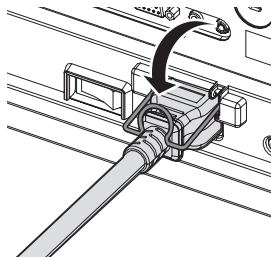

Fig. 3
- 3) Abbassare il supporto cavo di alimentazione. (Fig. 3)